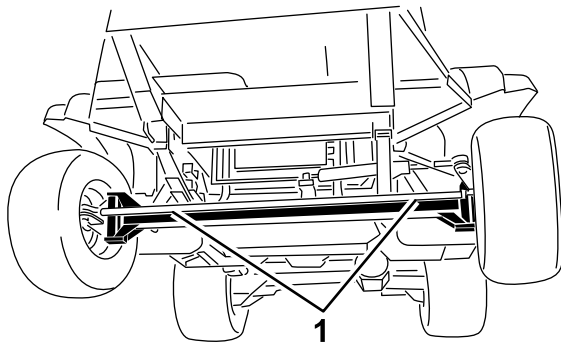
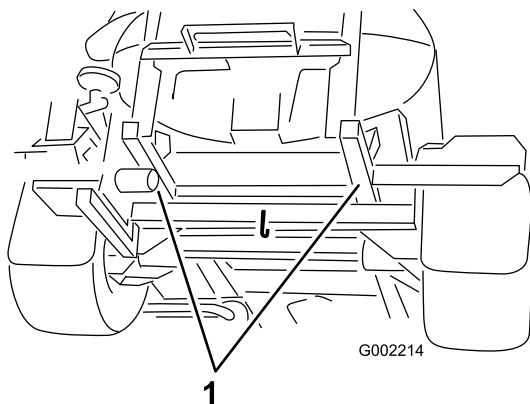

図 58
図 59
4. 牽引ロープを取り付ける車両前後のロープ掛けポイントについては図 58 と 図 59を参照。